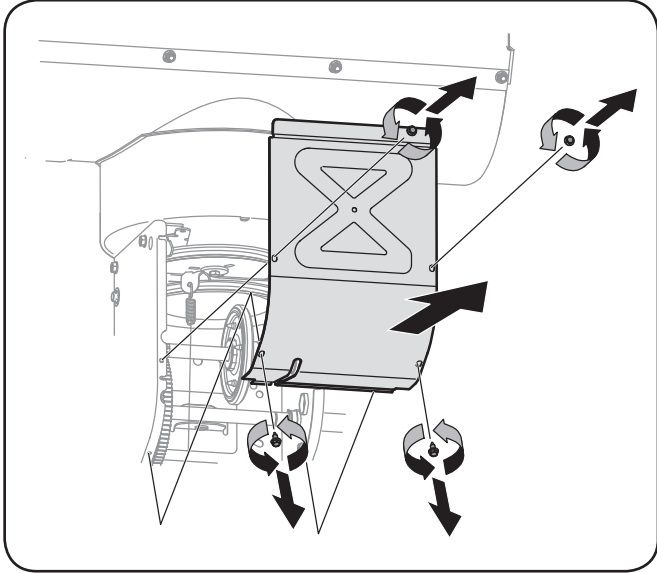

Fig. 7-4
- 3. Démontez le couvre-châssis du dessous de la souffeuse en retirant les quatre vis auto-taraudeuses qui le maintiennent en place. Voir la Fig. 7-4.
6. Démontez le couvre-châssis du dessous de la souffluse en retirant les quatre vis auto-taradeuses qui le maintiennent en place. Voir la Fig. 7-4.